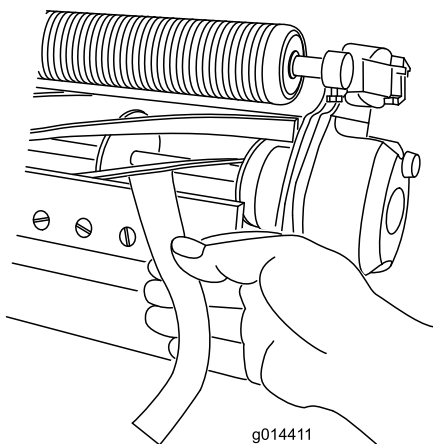

Рисунок 10
- B. Вставьте длинную полоску специальной бумаги Togo (№ 125-5610 по каталогу Togo) между барабаном и неподвижным ножом перпендикулярно неподвижному ножу, (**Рисунок 10**), затем **медленно** вращайте барабан вперед; при этом бумага будет разрезаться; в противном случае повторяйте пункты **A** и **B** до тех пор, пока не начнется разрезание бумаги.
11. Вставьте длинную полоску специальной бумаги Toro (№ 125-5610 по каталогу Toro) между барабаном и неподвижным ножом перпендикулярно неподвижному ножу (Рисунок 10), затем **медленно** вращайте барабан вперед; при этом бумага будет разрезаться; в противном случае поверните регулировочный винт неподвижного ножа по часовой стрелке на один щелчок и повторяйте действия, описанные в этом пункте, до тех пор, пока бумага не начнет разрезаться.